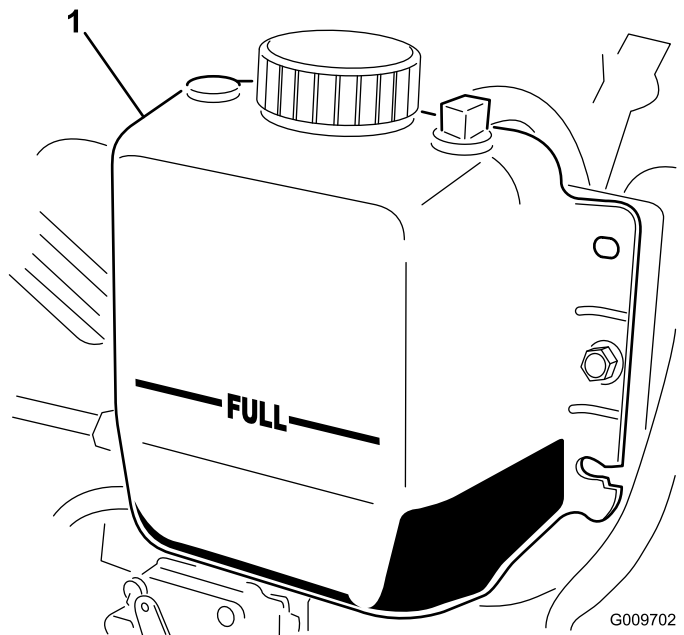

Рисунок 35
**Примечание:** Радиатор должен быть заполнен до верха заливной горловины, а расширительный бачок должен быть заполнен до метки Full (Полный) (Рисунок 35).